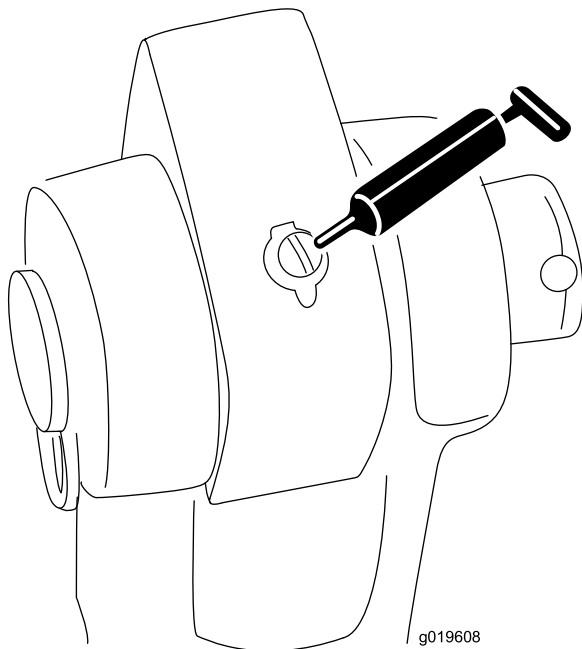

Figura 17
Pivotes del cilindro (2)—Figura 17